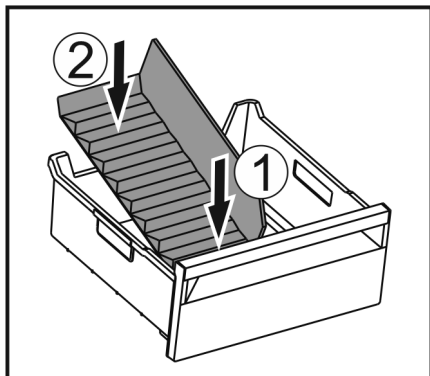

Fig. 187
- Вставити передню частину перегородки відділення для льоду. Fig. 187 (1)
- Опустити задню частину перегородки відділення до дна ящика для кубиків льоду. Fig. 187 (2)